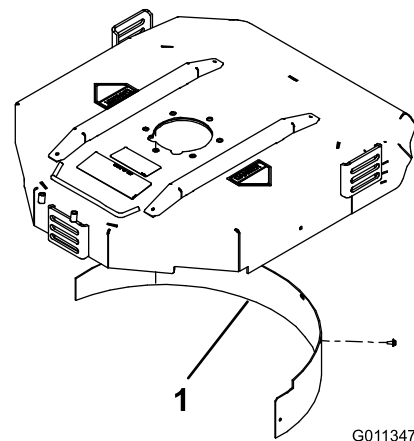

Bild 6
2. Montieren Sie das Mulchablenkblech in der hinteren Öffnung und befestigen Sie es mit 5 Bundschrauben (Bild 6).